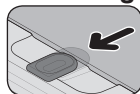

fig. 1
2. Deslize a trava até a posição indicada (fig. 1);
Para um menor consumo de gás e um melhor aproveitamento, aconselha-se o uso de panelas com um diâmetro adaptado ao tamanho dos queimadores (fig. 1 e 2), evitando que a chama queime no vazio (fig. 3).